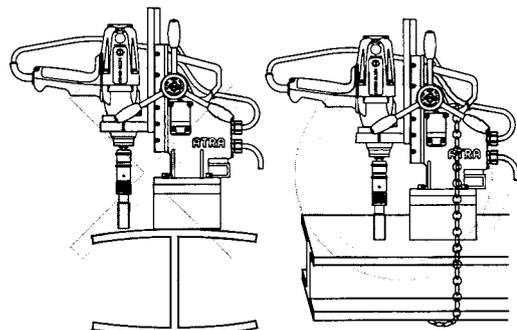

図10
- マグネットは材料の長手方向と平行にセットしてください。(図10)